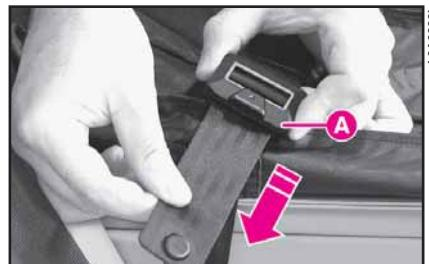

fig. 209
- 2) apriete la correa tirándola por un extremo, mientras sujetla la hebilla A (fig. 209);